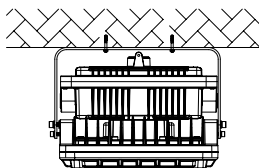

Fig. 5
5. Hang the fixture into the lifting hook or chain and protect it from falling (Figure 5).
7. After installation, please wire in accordance with local wiring standard, and make sure to take good waterproof measures at the joint of conduit. Users can adjust 30-60-90 degrees to the left or the right from a vertical downward direction by adjusting the screw on the bracket (Figure 5, Figure A).
5. Accrochez le projecteur au crochet de levage ou à la chaîne et protégez-le contre les chutes (figure 5).
7. Après l'installation, le câblage doit être conforme aux normes de câblage locales et il faut veiller à prendre de bonnes mesures d'étanchéité à la jonction des conduits. Les utilisateurs peuvent ajuster de 30 à 60-90 degrés vers la gauche ou la droite à partir d'une direction verticale vers le bas en ajustant la vis sur le support (figure 5, figure A).